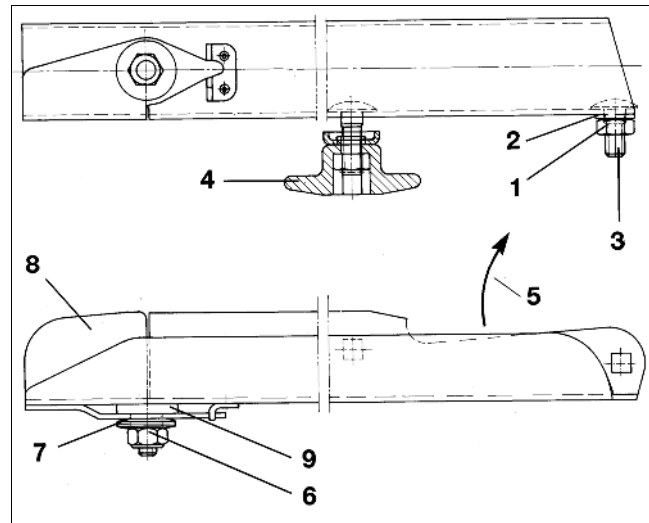

Fig. 54
- Desserrez l'écrou autobloquant (Fig. 54/1).
- Retirez la rondelle (Fig. 54/2) et la vis à tête ronde (Fig. 54/3).
- Desserrez l'écrou à ailettes (Fig. 54/4) et remplacez l'aube d'épandage.
- L'écrou autobloquant (Fig. 54/1) doit être serré de telle manière que l'aube puisse être manoeuvrée manuellement.
Veillez au positionnement correct des aubes. La face ouverte du profil en U de l'aube doit être orientée dans le sens de rotation (Fig. 54/5).
- Desserrez l'écrou autobloquant (Fig. 54/6) Retirez la rondelle et la vis à tête ronde (Fig. 54/7).
- Desserrez l'écrou à ailettes (Fig. 54/8) et remplacez l'aube d'épandage.
- L'écrou autobloquant (Fig. 54/6)) doit être serré de telle manière (6 – 7 Nm) que l'aube puisse être manoeuvrée manuellement.
Attention à la rondelle de plastique (Fig. 54 /9) entre le disque d'épandage et l'aube.